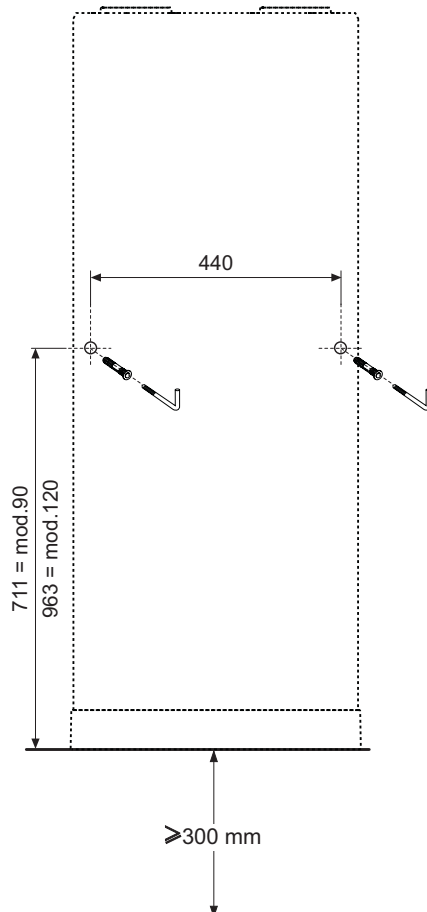

Abb. 30 - Angabe der Bohrung
- Bohren Sie die Löcher entsprechend den Angaben in Abb. 30.